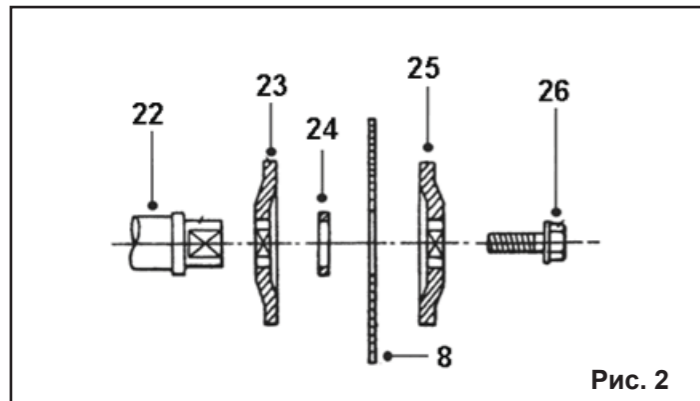

Рис. 2
8.3. Установка пыльного диска, Рис. 2- 5